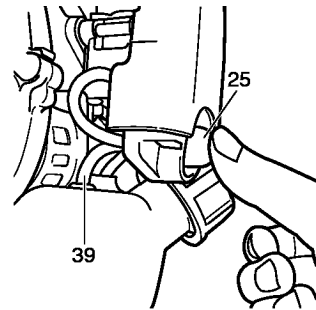

Fig. 23
- \* Pressez la poire de la pompe d'amorçage (25) à plusieurs reprises pour que le carburant puisse s'écouler par le tuyau de retour (39). (Fig. 23)